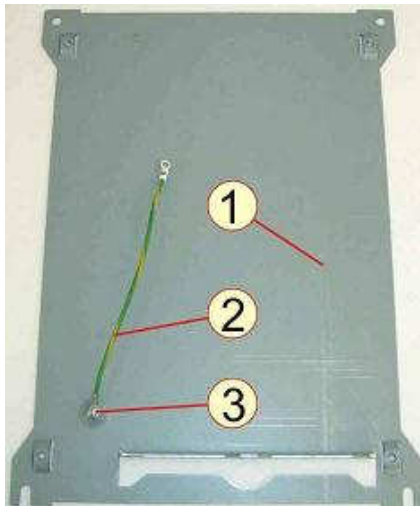

Рис.6.27
6.15.3. При необходимости снять заземляющий провод 2, выкрутив винт 3 (рис.6.27). Положить опорную панель, винт и провод в тару.